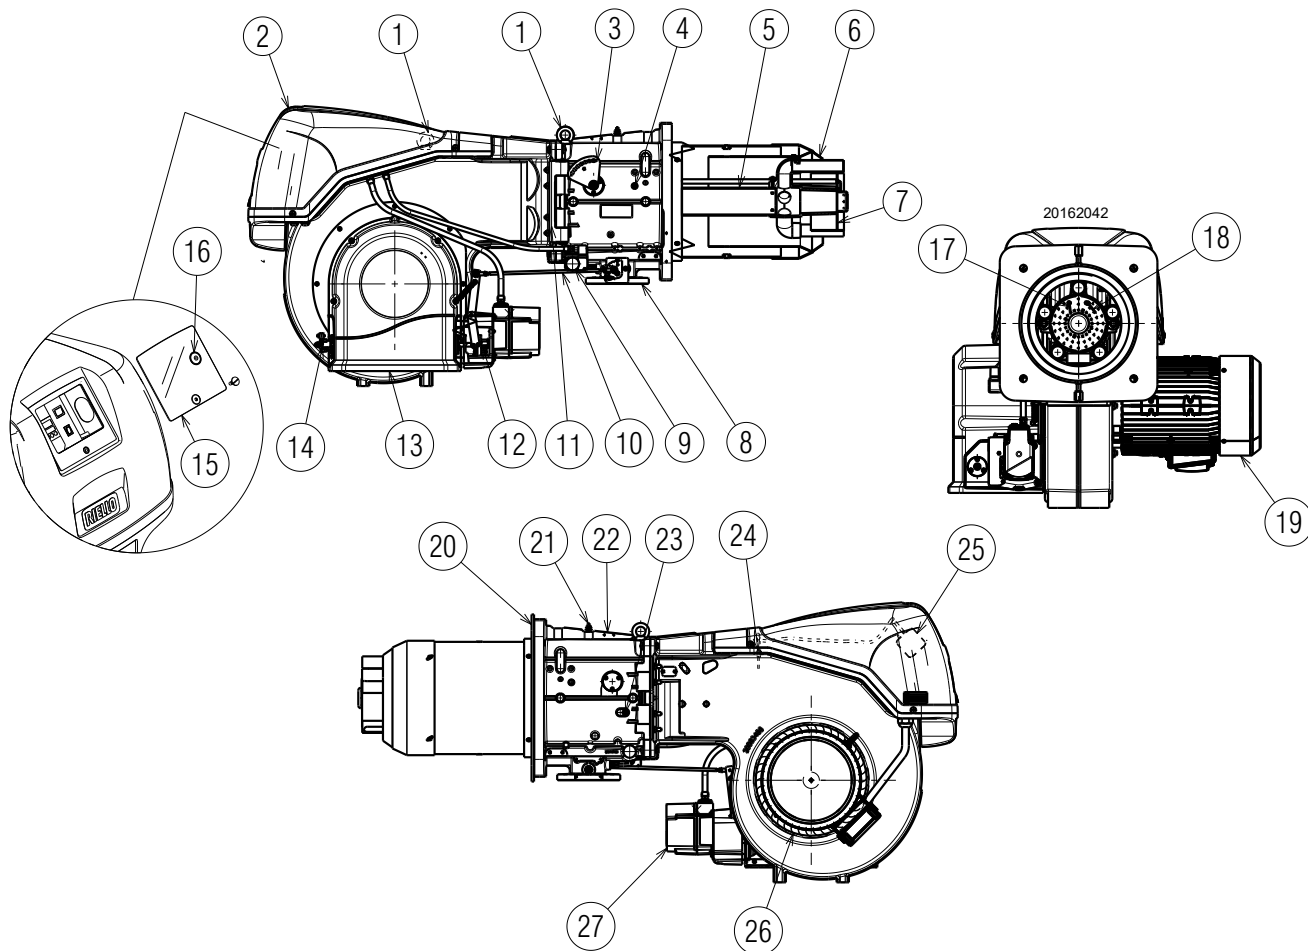

Abb. 4
- (1) Bezugsbedingungen: Raumtemperatur 20 °C - Gastemperatur 15 °C - Barometrischer Druck 1013 mbar - Höhe 0 m ü.d.M.
- (2) Druck am Anschluss 21)(Abb. 4 auf Seite 10) bei Druck Null in Brennkammer und bei maximaler Brennerleistung.
- (3) Schalldruck, im Verbrennungslabor des Herstellers bei laufendem Brenner am Prüfkessel, bei maximaler Leistung gemessen. Die Schalleistung wird mit der von der Norm EN 15036 vorgesehenen „Free Field“-Methode mit der Messgenauigkeit „Accuracy: Category 3“ gemessen, wie von der Norm EN ISO 3746 vorgeschrieben.